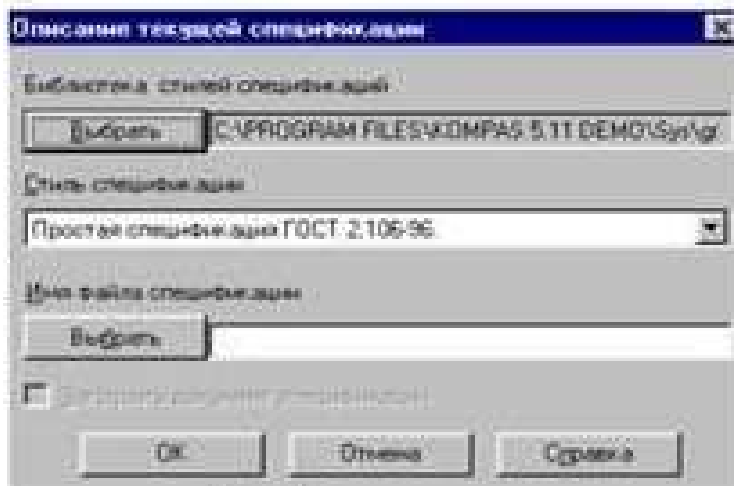

Рисунок 11.2– Описание текущей спецификации
3. В диалоговом окне Описание текущей спецификации убедитесь, что в качестве текущего стиля установлен стиль **Простая спецификация** ГОСТ 2106.96 (рисунок 11.2).